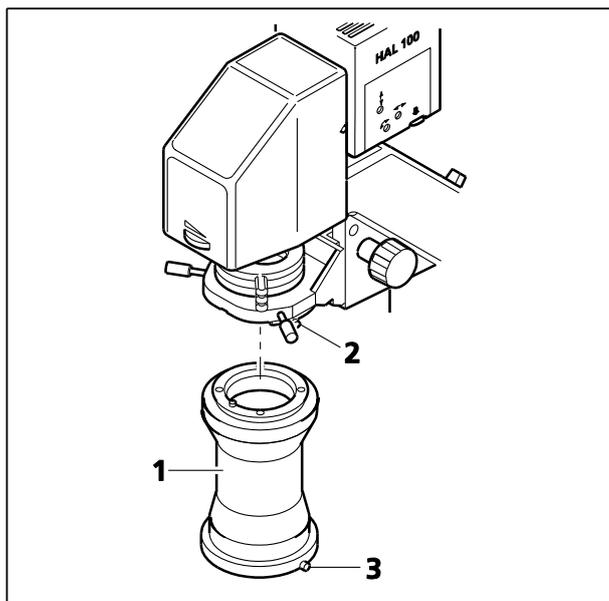

Fig. 32 Installation du support du condenseur
- Insérer le support du condenseur (Fig. 32/1) dans le porte-condenseur sur le support d'éclairage en lumière transmise, la bague à queue d'aronde orientée vers le haut. S'assurer que le goujon d'assemblage du condenseur est à l'avant et s'engage précisément dans la rainure de guidage de la porte-condenseur.
- Fixer le support du condenseur à l'aide de la vis de serrage (Fig. 32/2).
- Insérer le condenseur désiré dans la bague à queue d'aronde du support du condenseur, en vérifiant qu'il est correctement orienté, puis le fixer à l'aide de la vis de serrage (Fig. 32/3).